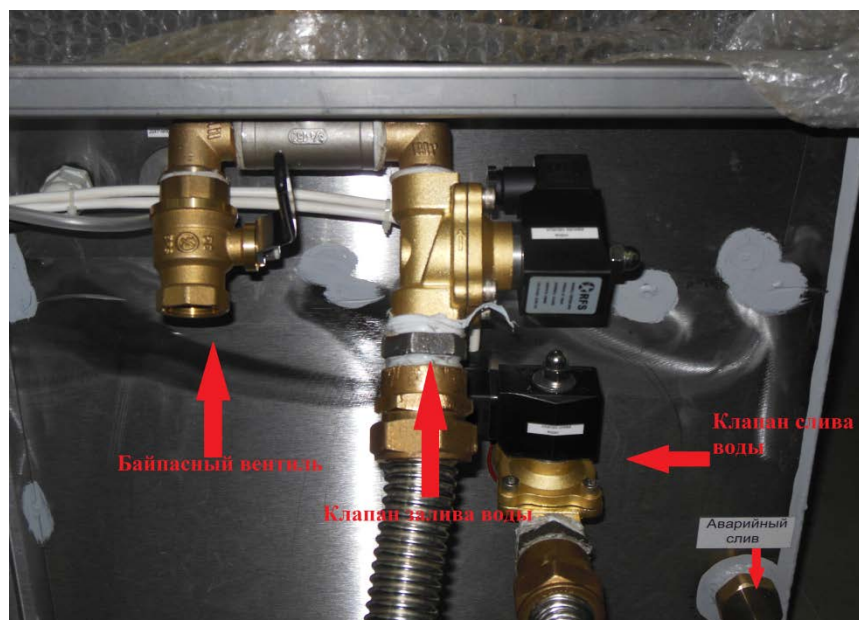

Рис. 7 Расположение арматуры подачи и слива воды в «Ятаган «Safe Fire»
- 1.1. Убедиться в том, что закрыт байпасный вентиль, установленный рядом с клапаном подачи воды на установку. (Рис. 7)
- 2.3. Открыть байпасный вентиль, установленный рядом с клапаном подачи воды на установку. (Рис. 7)
- 3.1. Закрыть байпасный вентиль, установленный рядом с клапаном подачи воды на установку. (Рис. 7)